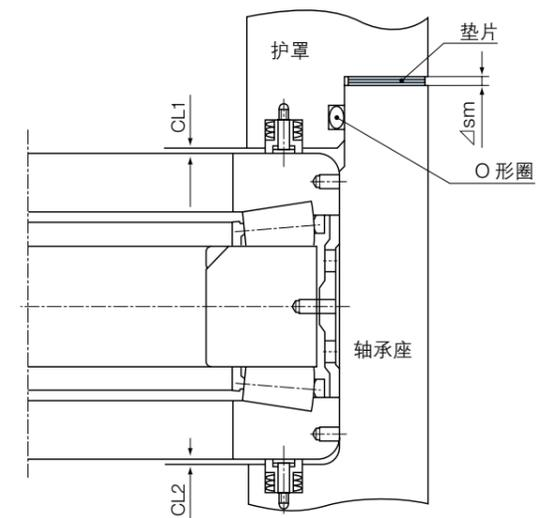

图 3.45 装上预紧弹簧后的状态
- (7) 拆下压盖装上设定厚度  $\Delta sm$  的垫片。
- (8) 由轴承座内拆下夹具，装上预紧弹簧后，再次将轴承装入轴承座内。
- (9) 将 O 形密封圈及预紧弹簧装在压盖上，再将压盖装在轴承座上。
- (10) 拧紧压盖紧固螺栓，使螺栓均匀受力拧牢。
- (11) 装完之后，确认  $CL1 + CL2 = 0.5$  (mm)。（见图 3.45）。